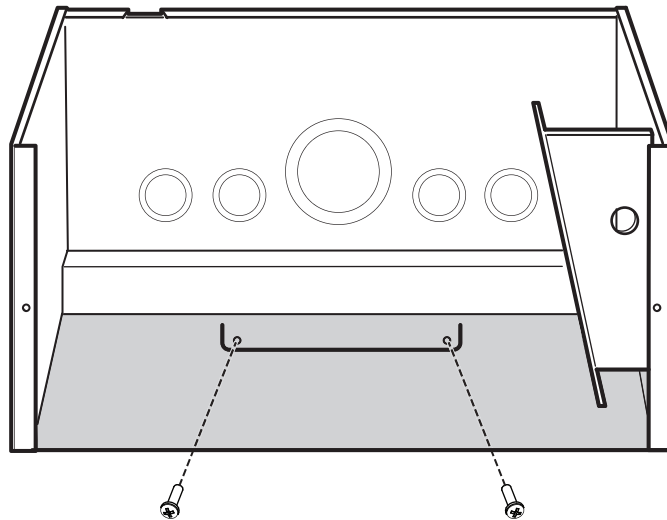

Figura 2-8 Montaje sobre la pared de la caja de derivación
- Use dos tornillos (no incluidos) para fijar el soporte del borde inferior del panel posterior a la pared. Consulte Figura 2-8.